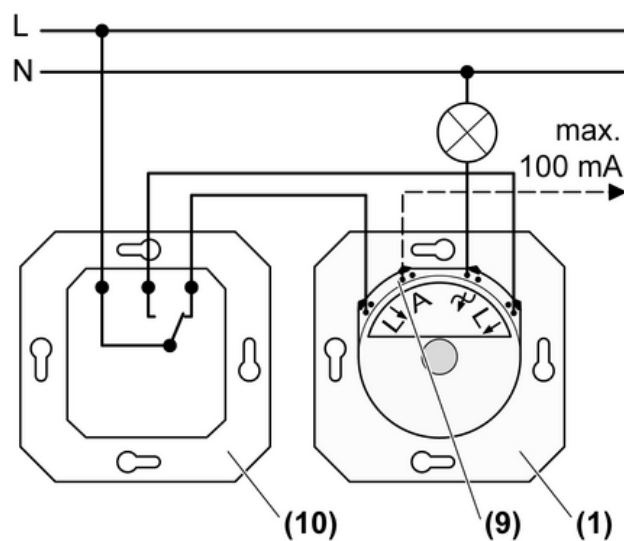

Bild 3: Wechselschaltung
- (1) Dimmer
- (9) Steuerausgang A
(10) Wechselschalter
- Dimmer (1) und Wechselschalter (10) gemäß Anschlussplan anschließen (Bild 3).